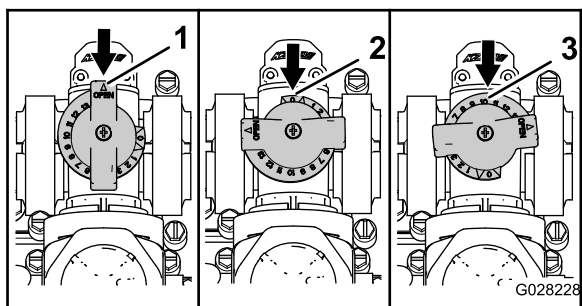

図 48
- 攪拌バイパスバルブが全開位置: **図 48**のA
- 攪拌バイパスバルブが全閉(0)位置: **図 48**のB
- 攪拌バイパスバルブが中間位置システム水圧に合わせて調整された状態: **図 48**のC